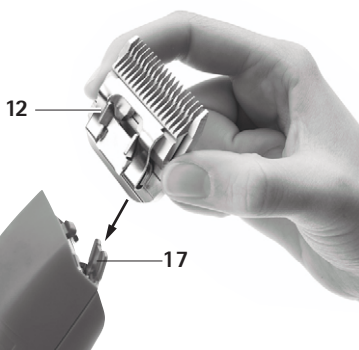

Fig. 2
- Sett klippeholdet 12 på åpnet knivhengsel 17, gukla Fig. 2.
- Trykk klippeholdet 12 lett i retning av klippemaskinen DURATI, gukla Fig. 2. Klippehodet 12 hektes hørbart på plass.